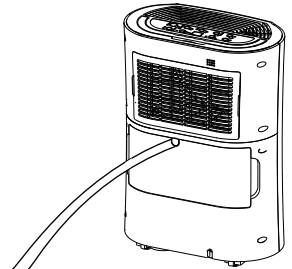

fig. 6
4. Koble dreneringsslangen (12) til utløpshalsen (10) (fig. 6).
5. Sett på plass vanntanken (7) i enheten.